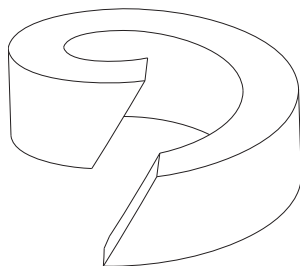

Bild 6: Packungsring
- Beim Zuschneiden der Stopfbuchsabdichtung von der Schnur auf einen schrägen Schnittverlauf achten (siehe Bild 6).
Stopfbuchsbrille DN250-500 (Pos. 17) zu lose (Bild 6)	Stopfbuchsbrille (Pos. 17) mit Sechskantmutter (Pos. 23) bis zur Dichtigkeit anziehen (Bild 6); Oberteil schnellstens erneuern Ggf. Nachpacken der Stopfbuchsabdichtung (Pos. 6); Warnhinweise beachten